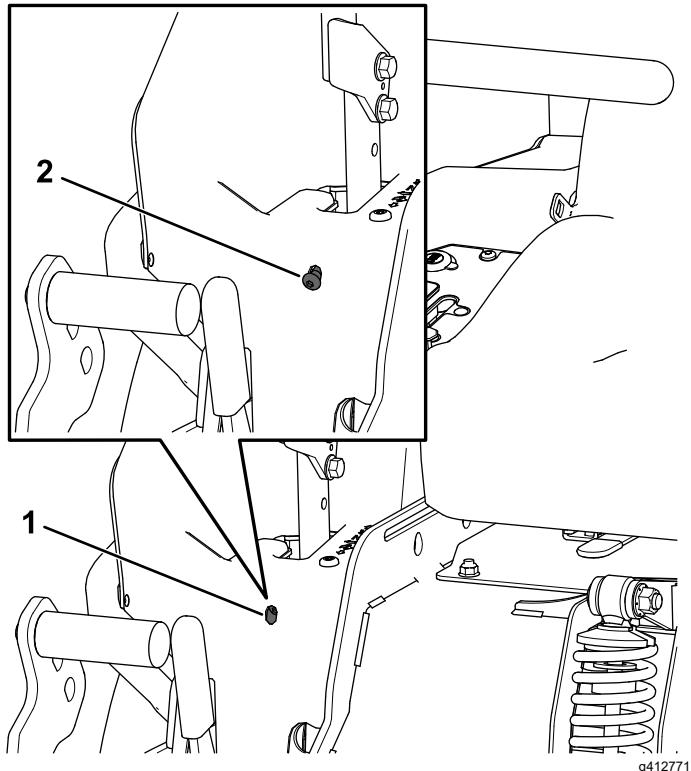

Figure 58
6. Si la machine se déporte à droite, insérez une clé hexagonale de 3/16 po dans le trou d'accès du panneau de protection avant gauche et tournez la vis de réglage de l'alignement dans le sens horaire ou antihoraire pour ajuster la course du levier (Figure 58).
7. Si la machine se déporte à gauche, insérez une clé hexagonale de 3/16 po dans le trou d'accès du panneau de protection avant droit et tournez la vis de réglage de l'alignement dans le sens horaire ou antihoraire pour ajuster la course du levier (Figure 58).